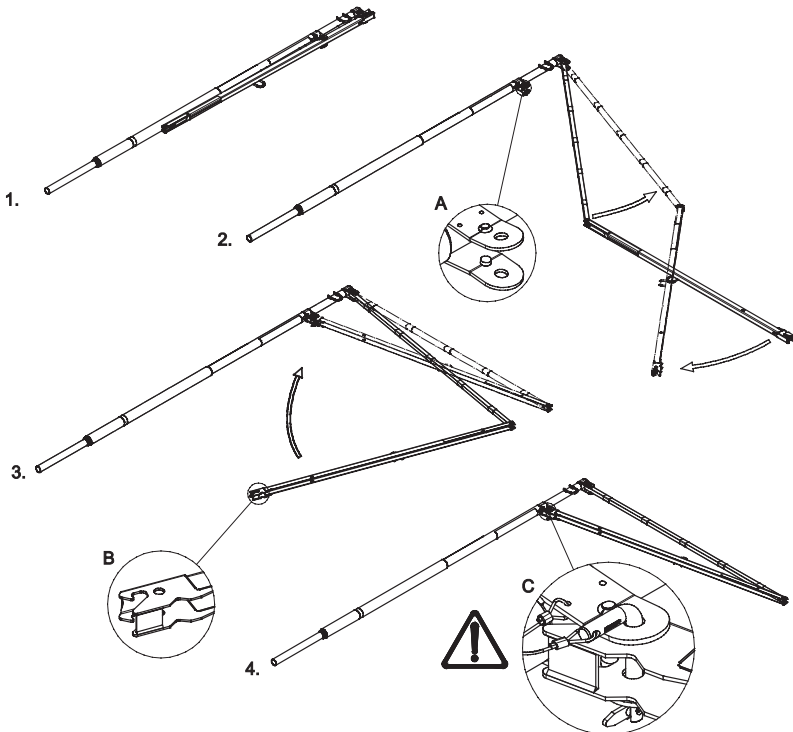

Abbildung 28. Aufbau des SkyReach Ankers
10.1. Stellen Sie den zusammengeklappten SkyReach Anker in vier einfachen Schritten auf. Siehe Abbildung 28: